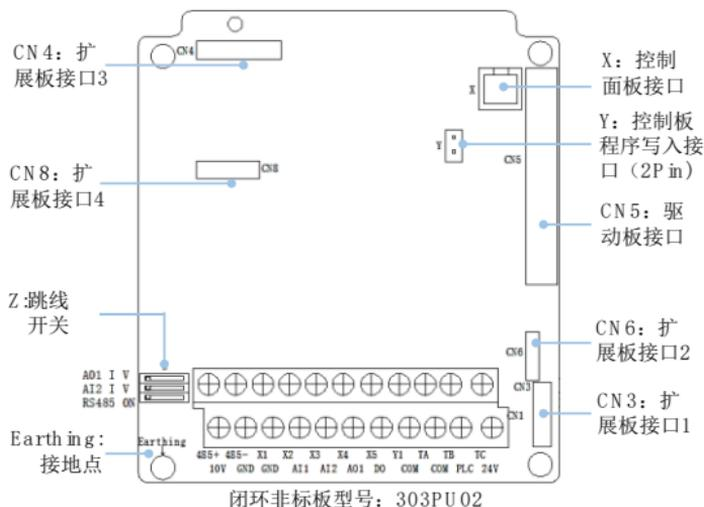

图 9-1 闭环非标板 (选配) 示意图
**注意:** 为便于阅读添加 X,Y 和 Z 表示端子位置,板上实际没丝印这个位号。(图 9-1)
TACG 标配控制板端子布局和说明见图 3-13 303PU01 控制板示意图;选配控制板见图 9-1 闭环非标板(选配)示意图